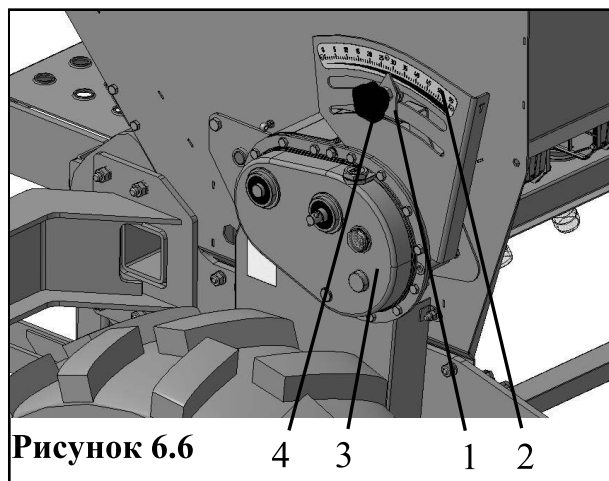
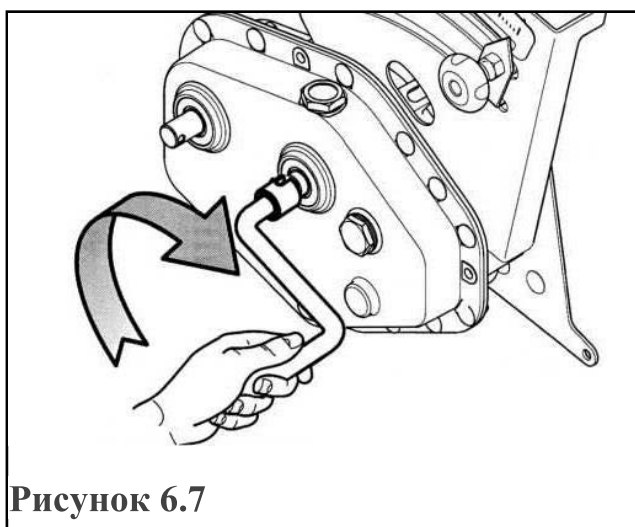

Рисунок 6.6
Рисунок 6.7
6.4.1 Установить указатель 1 на шкале 2 вариатора привода катушек туков 3 (рис. 6.6) (справа на бункере) на необходимое деление. Положение указателя 1 определить по графику 6.3.
Решение: Найти на оси «норма» графика 6.3 значение 170, подняться вверх до пересечения с линией графика «удобрения». От точки пересечения, проведённой нами линии с линией графика, провести горизонтальную линию. Этим, мы определим положение указателя 1 (рис. 6.6) на шкале 2 вариатора 3. В данном примере – «25».
Установить указатель 1 на определённое деление шкалы 2 вариатора 3 (рис. 6.6).
ВНИМАНИЕ: прокрутить вариатор привода катушек туков 3 (рис. 6.6) рукояткой (прилагаемой к сеялке) по часовой стрелки 12 оборотов (рис. 6.7).